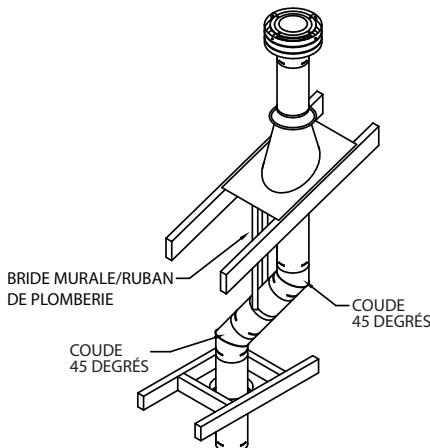

Figure 16
des contraintes excessives sur les coudes. Des brides murales ou du ruban de plomberie peuvent être utilisés à cet effet (**Fig. 16**). (3) Dans la mesure du possible, utiliser coudes à 45° au lieu de coudes à 90°. Le coude à 45° offre moins de restriction à la circulation des gaz de combustion et de l'air d'admission.